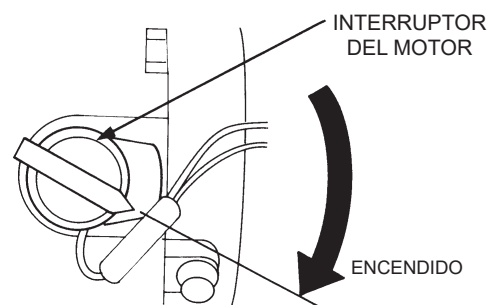

Figura 12. Interruptor de encendido y apagado (posición de encendido)
5. Coloque el interruptor de **encendido y apagado** del motor (consulte la Figura 12) en posición de **encendido**.